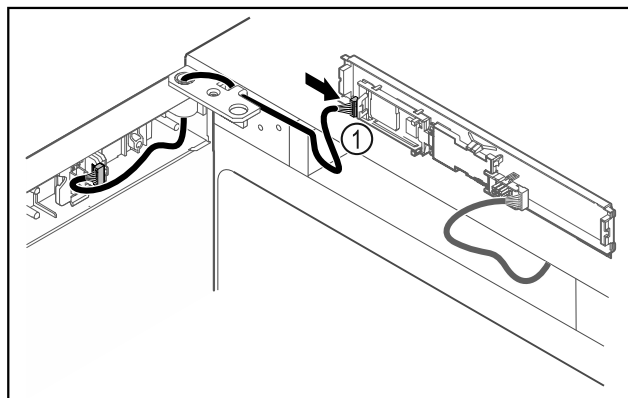

Fig. 38
- Brancher le connecteur Fig. 38 (1) sur la platine.